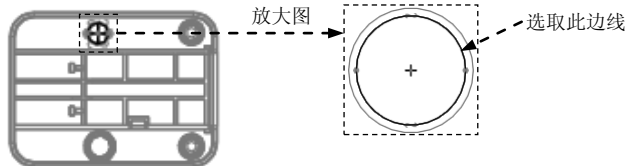

图 20.13 截面草图
(3) 创建截面草图。进入草绘环境后，选择坯料的边线为参考，用“使用边”命令选取图 20.13 所示的边线。完成特征截面后，单击“草绘”操控板中的“确定”按钮 .
(4) 在操控板中单击“完成”按钮 ，完成曲面特征的创建。